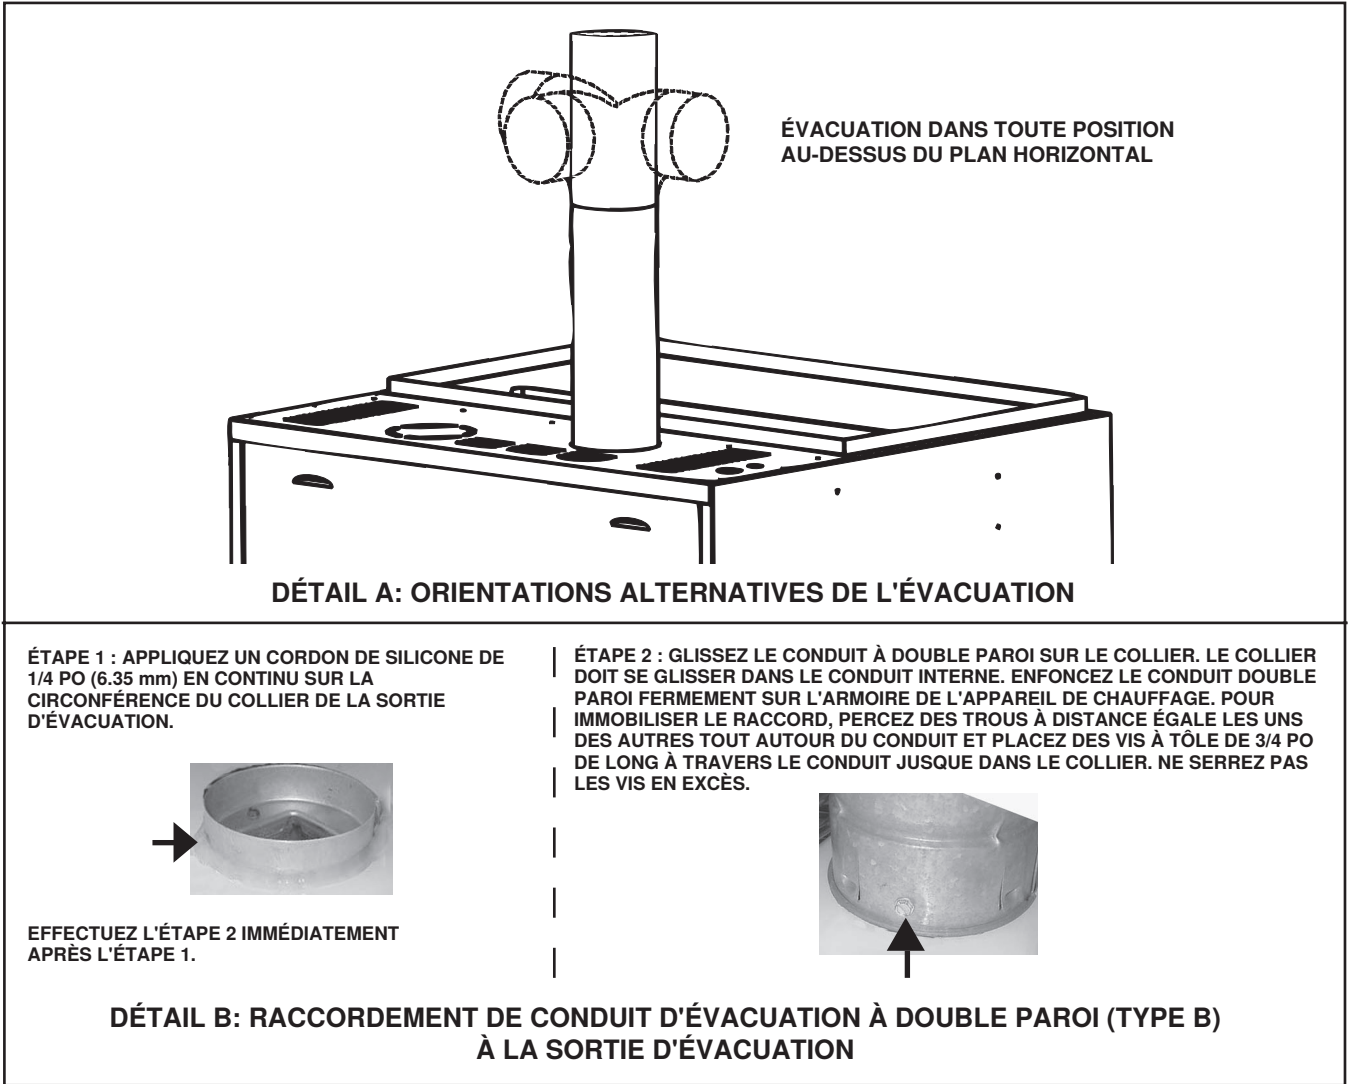

Figure 7. Tuyau d'évent pour les installations à ventilation motorisée
- **Sortie d'évacuation (fumées)** : Un conduit droit d'un minimum de 12 pouces (305 mm) est obligatoire à la sortie de l'évacuation (se référer au Tableau 11) avant d'installer un coude. N'installez jamais de coude directement sur l'évacuation. Le coude raccordé à une portion de conduit droit peut se trouver en toute position, au-dessus du plan horizontal ou à ce même niveau (voir Figure 7, DÉTAIL A).
- Si vous installez un tronçon d'évacuation à double paroi (1/2 de la longueur du conduit d'évacuation doit être verticale, au minimum), voir Figure 7, DÉTAIL B.
Si vous utilisez un conduit d'évacuation à double paroi type B, dans le tronçon de conduit d'évacuation (au moins la moitié de la longueur de conduit équivalente doit être verticale), suivez les instructions du fabricant de conduit pour procéder au raccord des sections. Pour raccorder le conduit à double paroi à l'appareil de chauffage, voir Figure 7, DÉTAIL B). Si vous utilisez des conduits galvanisés, calibre 26 ou supérieur, à simple paroi, fixez solidement les raccords par insertion au moyen de vis à tôle ou de rivets. Scellez les joints avec soit du ruban adapté à une température de 550°F (290°C) (PN 98266) ou du scellant silicone haute température. Si vous utilisez des conduits d'évacuation de catégorie III, suivez les directives du fabricant des conduits pour leur jonction. Lors du raccordement d'un conduit de catégorie III à la sortie d'évacuation ou au chapeau de ventilation, scellez les joints en suivant la procédure la plus adaptée au conduit de catégorie III utilisé.